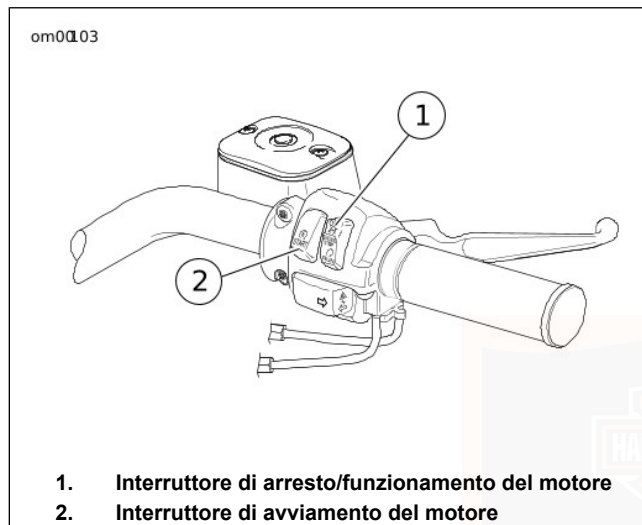

Figura 24. Comandi del semimanubrio destro
2. Vedere la Figura 24. Girare l'interruttore di arresto/funzionamento del motore su FUNZIONAMENTO.